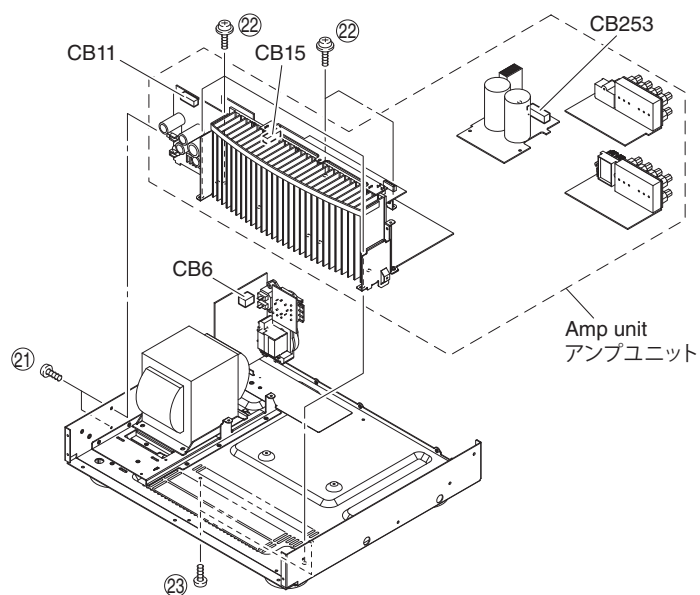

Fig. 10
- a. Remove 2 screws (21), 5 screws (22) and 2 screws (23). (Fig. 10)
- b. Remove CB6, CB11, CB15 and CB253. (Fig. 10)
- c. Remove the amp unit. (Fig. 10)
- a. ②①のネジ 2 本、②②のネジ 5 本、②③のネジ 2 本を外します。(Fig. 10)
- b. CB6、CB11、CB15、CB253 を外します。(Fig. 10)
- c. アンプユニットを取り外します。(Fig. 10)